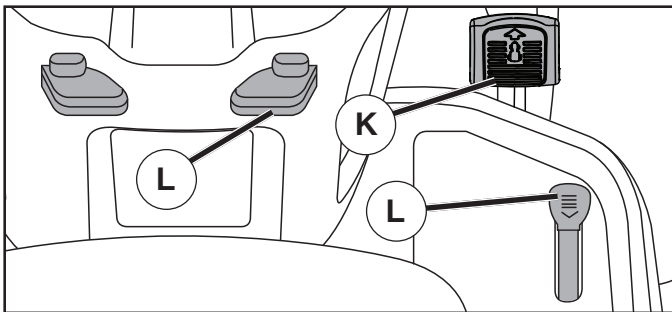

Fig. 7
MOVERSE HACIA ADELANTE Y HACIA ATRÁS (Vea Fig. 7)
UTILIZAR EL MANDO CRUCERO (J) (Vea Fig.7)